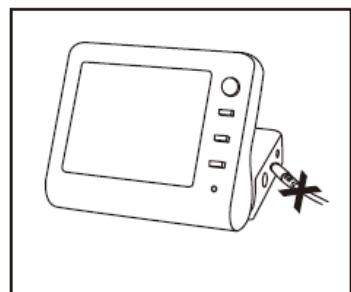

Рис. 6
1) Отсоедините провод адаптера от блока управления. (Рис. 6).